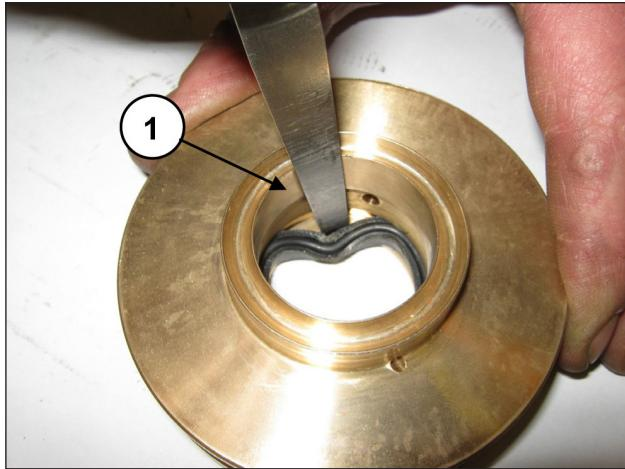

Рис. 176
Для снятия уплотнения для низкого давления необходимо использовать толщиномер или другой инструмент, который не может повредить гнездо опоры уплотнений (поз. ①, Рис. 176).